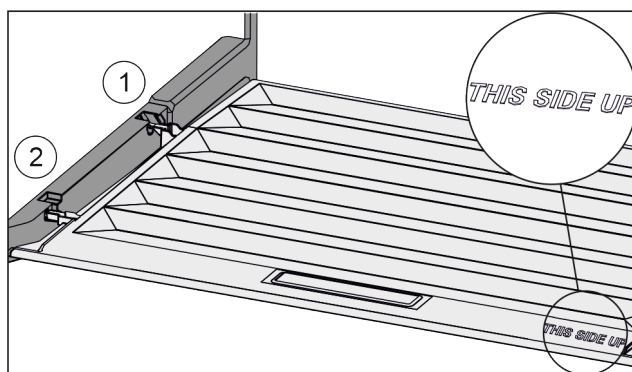

Fig. 92
- ▶ 从后部固定支架 Fig. 92 (1) 开口导入桥形接片并卡入固定支架 Fig. 92 (2) 的前端。